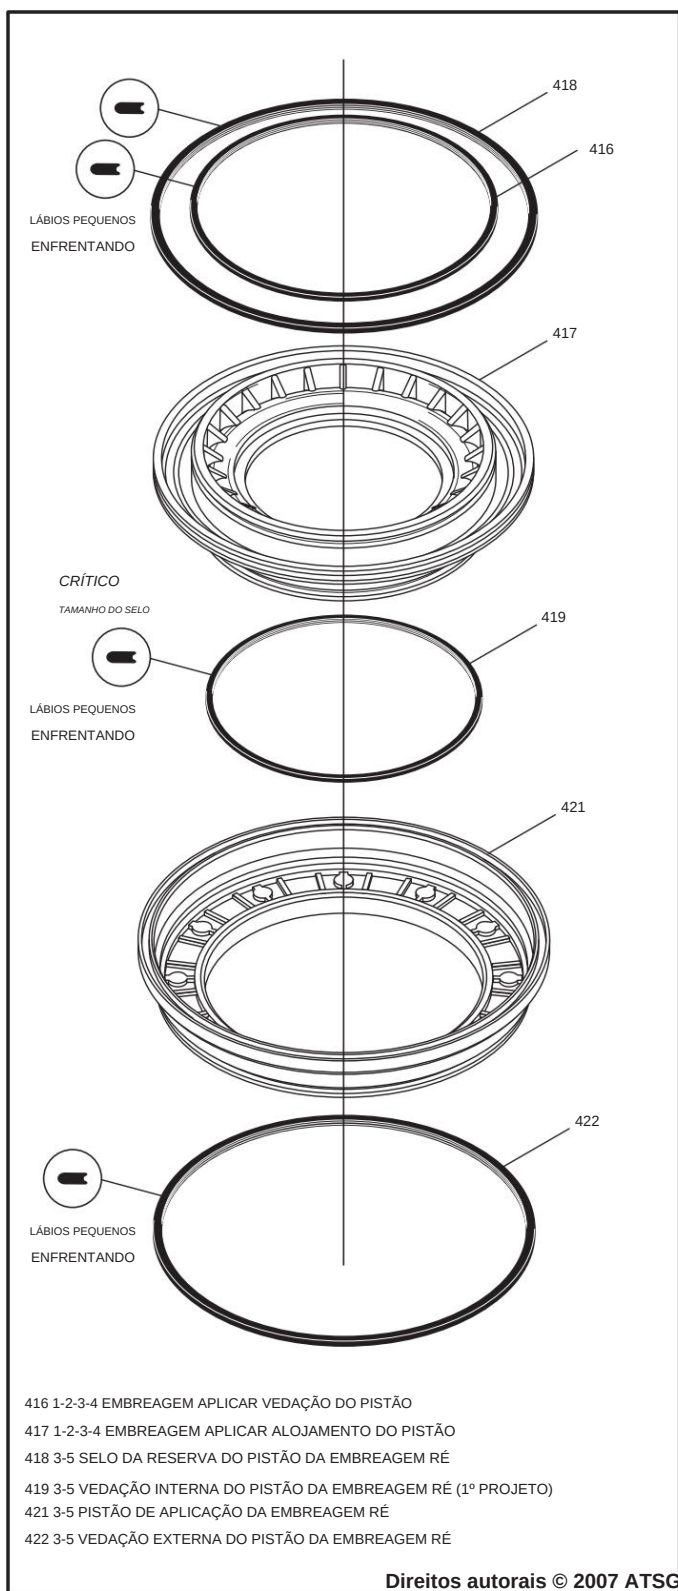

Figura 92
8. Instale as vedações nas ranhuras do pistão de aplicação da embreagem de ré 3-5 e do pistão de aplicação da embreagem 1-2-3-4, com as pequenas bordas voltadas para a ranhura, conforme mostrado na Figura 92.